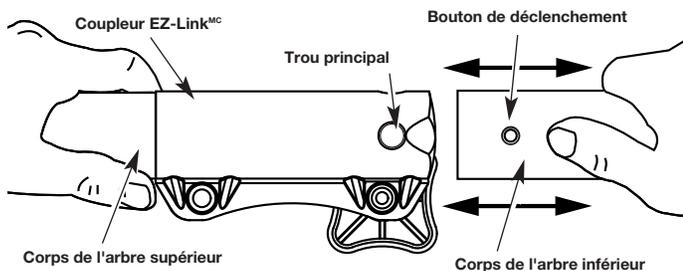

Fig. 17
2. Tenez fermement l'accessoire et enfoncez-le tout droit dans le coupleur EZ-LinkMC (Fig. 17).
3. Tenez fermement le corps de l'arbre supérieur et retirez l'accessoire de coupe ou autre du coupleur EZ-LinkMC (Fig. 17).